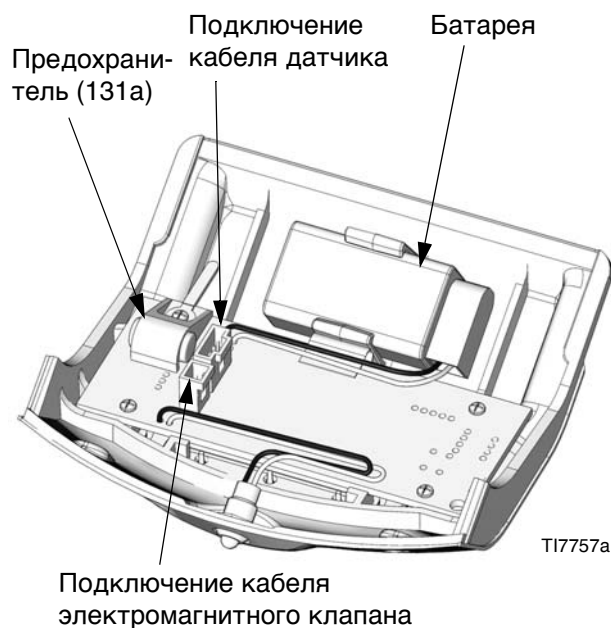

Рис. 5. Расположение батареи и предохранителя модуля DataTrak
2. Отсоедините кабели электромагнитного клапана разнота и датчика от платы модуля. См. Рис. 5.
3. Перенесите модуль DataTrak (131) в безопасное место.